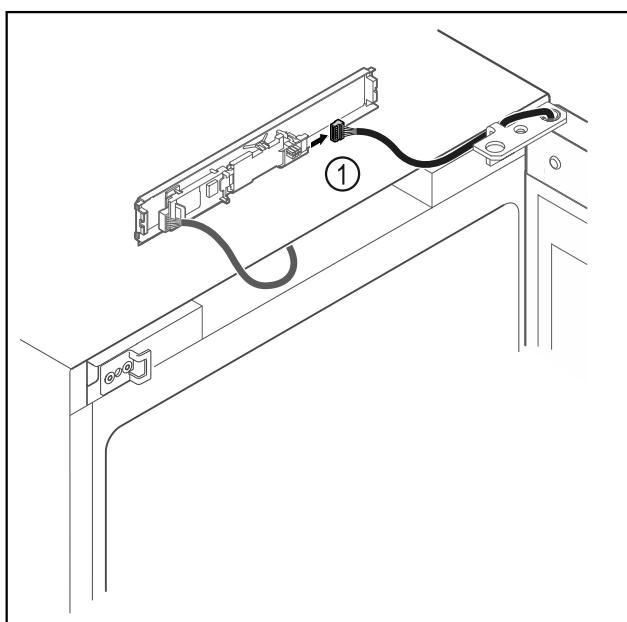

Fig. 18
- Ištraukite iš plokštės kištuką Fig. 18 (1).